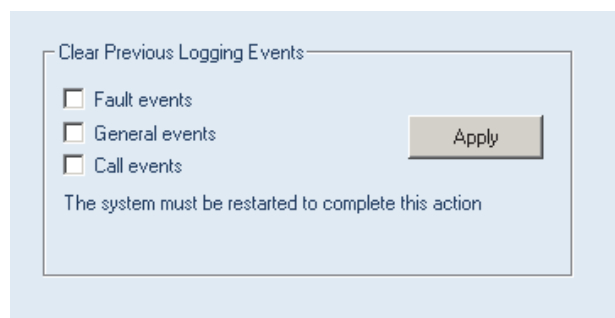

figura 37.10: Limpeza de registos
- 1 Clique no botão *Clear logging* na barra de navegação. Aparece um ecrã semelhante ao da figura 37.10.